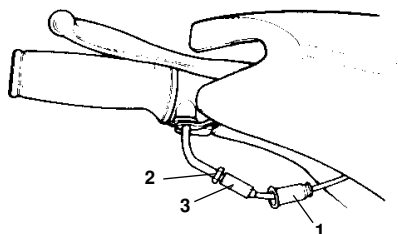

Fig. 40
- Sacar la goma de protección (1 - Fig. 40) aflojar la contratuerca (2) y girar sobre el registro (3).
- Défaire le caoutchouc de protection (1 - Fig. 40), desserrer le contre écrous (2) et agir sur le régleur (3).